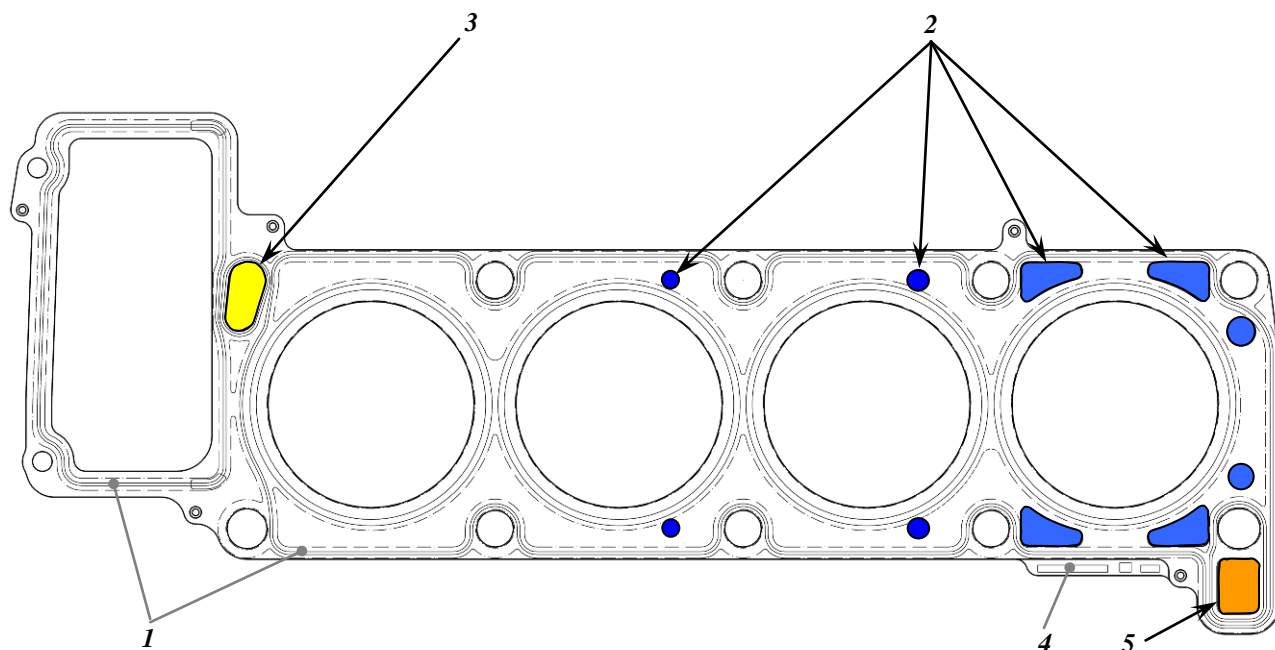

Рис.16. Прокладка головки цилиндров:
**Прокладка головки цилиндров** (рис.16) – стальная, трехслойная, с уплотняющим покрытием 1 в виде рисунка по периметрам окон цилиндров, каналов охлаждения 2 и смазки 3 и 5. Толщина прокладки 1,02 мм.